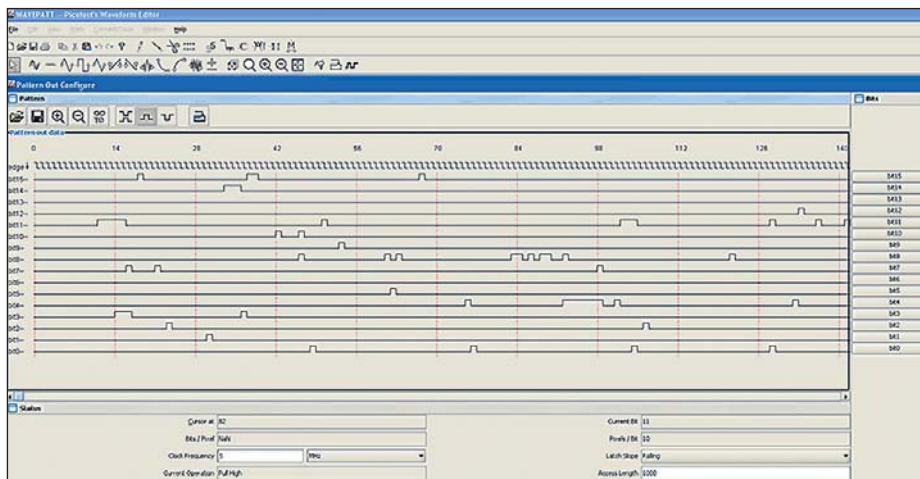

Рис. 9. Пример изображения при конструировании цифровой шины в оболочке ПО Wavepatt
4. Помимо аналоговых сигналов программное обеспечение Wavepatt позволяет создавать и сигналы 16-разрядной цифровой шины (они выводятся на отдельный разъем, расположенный на задней панели генератора). Логические сигналы привязаны к тактовому генератору, частота которого, в свою очередь, задается пользователем в оболочке программы (рис. 9). ■